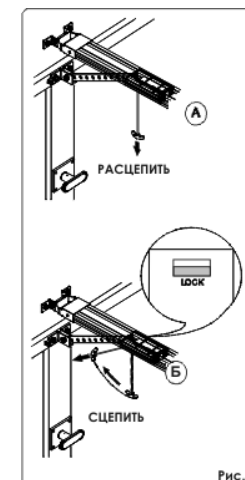

Рис. 2
- Расцепить привод, потянув трос расцепителя вниз (рис. 2-А).
Сцепите привод, потянув трос расцепителя в сторону ворот (рис. 2-Б), и убедитесь, что индикатор расцепителя в нижней части каретки красного цвета.